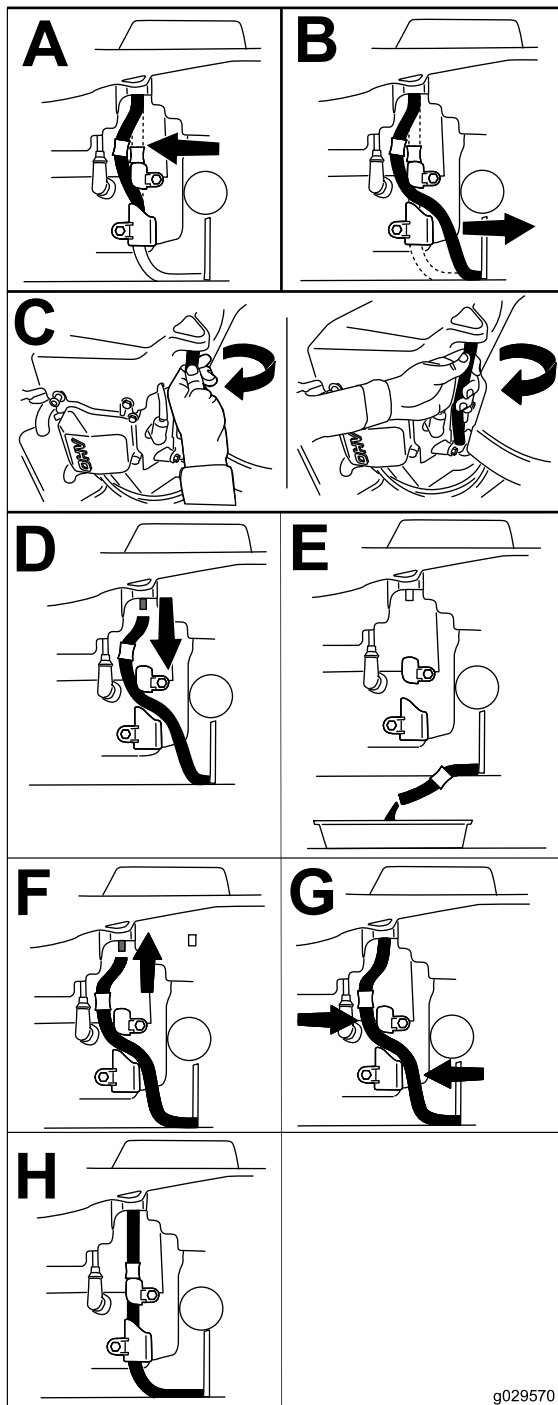

Рисунок 43
4. Слейте масло из двигателя (Рисунок 43).